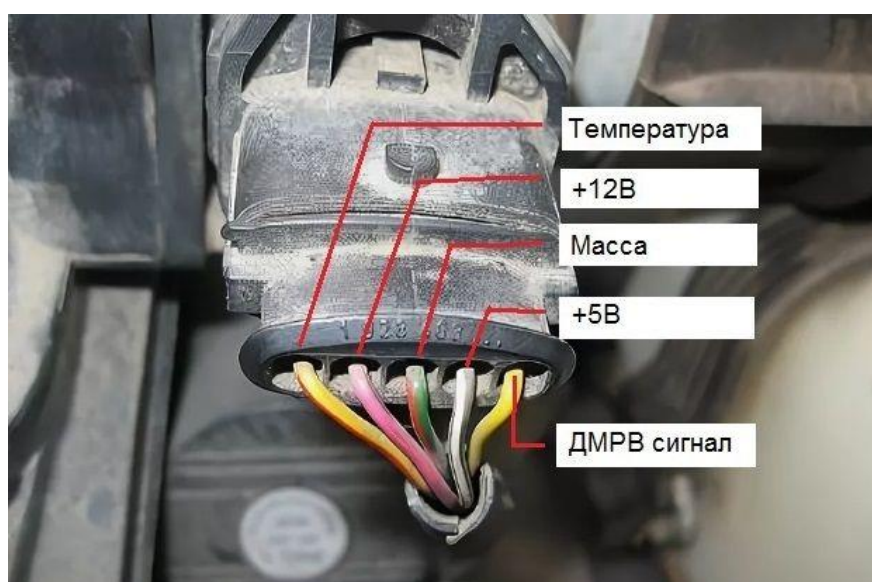

Рис. 4.3. Распиновка проводов ДМРВ, совместно с датчиком температуры
Перед проверкой напряжения на выходе датчика желательно проверить подачу питания на провод «+12В» (рис. 4.3). Оно должно быть равно 5 В. При меньшем значении (выход из строя блока питания датчика в ЭБУ) на выходе будет нормальное напряжение 1,0...1,02 В, но сам ДМРВ будет неисправен.
– снять штекер (см. рис. 4.3) и проверить питание датчика (должно быть 5 В);
Следующим шагом является проверка контакта в разъёме и проводка датчика (возможно окисление или обрыв). При выключенном зажигании необходимо отсоединить колодку жгута проводов системы управления двигателем от ДТВВ, подсоединить щупы тестера к выводам «1» и «3» колодки жгута проводов (см. рис. 4.3). При включенном зажигании напряжение должно быть равным 4,5...5,5 В. В противном случае надо проверить исправность цепей (обрыв и замыкание на «массу»).
- найти по схеме на датчике сигнальный провод ДТВВ (см. рис. 4.3);